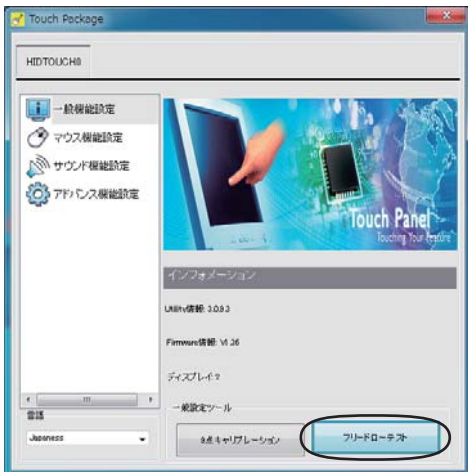

図 6
1. 「一般機能設定」画面の、「フリードローテスト」をクリックします。(図6)